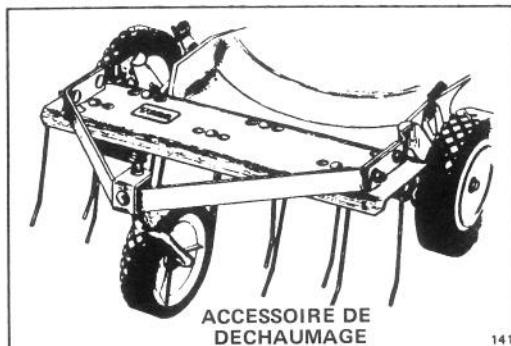

Figure 26
2. Déchaumeur (modele 59131) — S'installe en quelques minutes à l'avant de la tondeuse afin de faciliter les manœuvres. Des fourches à ressort désagrègent le chaume afin de permettre une bonne aspiration dans le sac à herbe (figure 26) et donc un enlèvement pratique.